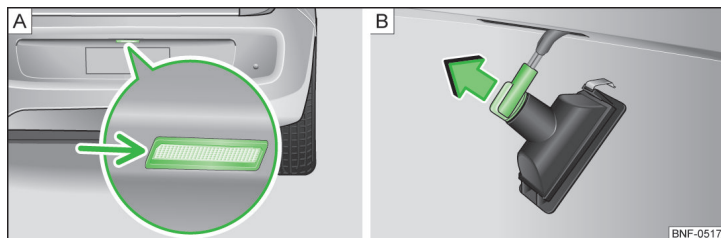

Fig. 133 Demontarea lămpii pentru numărul de nmatriculare / înlocuirea becului
- Introduceți o șurubelniță dreaptă n fantă n zona săgeții » fig. 133 - [A] și desprindeți becul.
- Rotiți soclul becului n sens **antiorar** și extrageți-l n sensul săgeții » fig. 133 - [B].